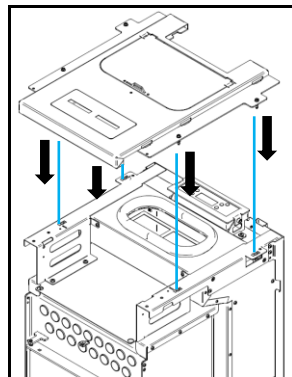

Figura 33 - Colocación tampón superior
a) Colocar la cabeza superior como se muestra en la Figura 33. Para asegurar que la tapa se coloca correctamente, contiene cuatro pasadores en la parte inferior que deberían participar los resortes que se encuentran en la estructura.